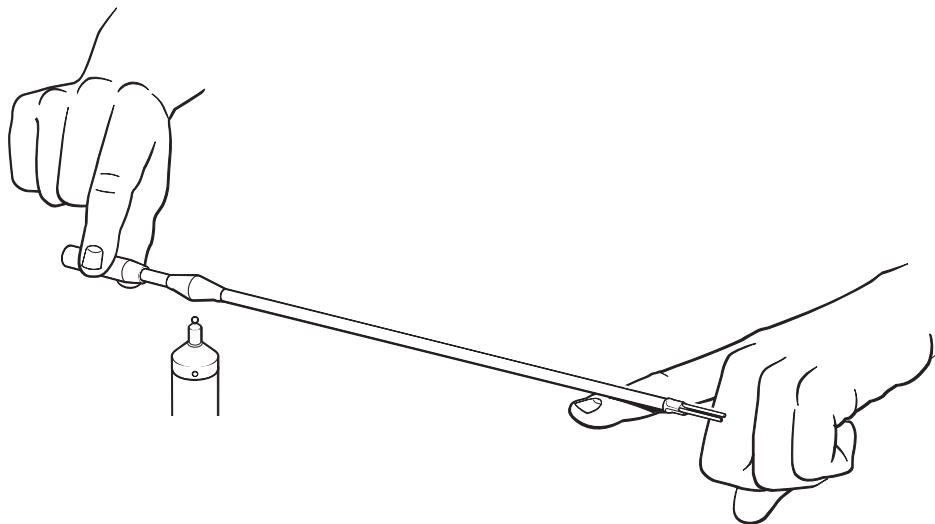

Рисунок 11. Установка коромысла
12. Установите коромысло на сферическую опору так, как показано на рис. 11.